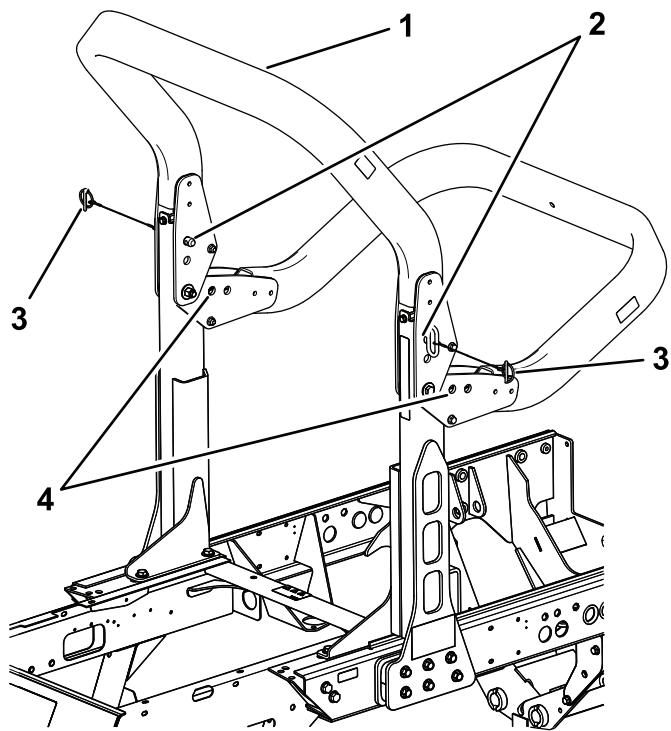

图 36
2. 支撑住翻车保护杠上机架的同时从枢轴支架上卸下开口销和柱销图 36。